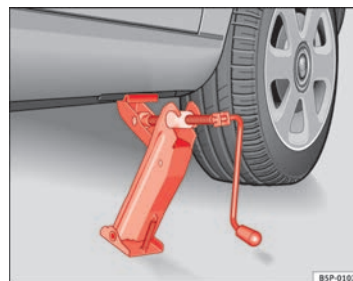

Fig. 180 Mise en place du cric
- Positionnez le cric de sorte que son crochet entoure la nervure du bas de caisse et que la base mobile soit appuyée bien à plat sur le sol ⇒ fig. 180.